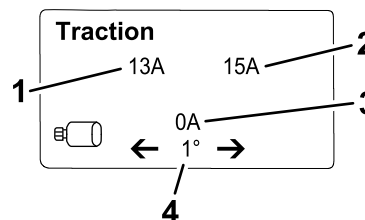

Figure 23
- **Écran d'information de déplacement** (Figure 23) : indique l'angle de braquage et l'intensité attribués à chaque moteur de traction.